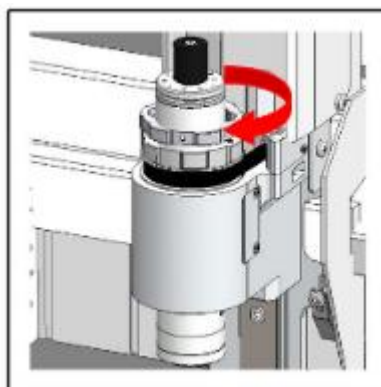

Рис. 15
- Зафиксировать инструмент поворотом по часовой стрелке (Рис. 15).